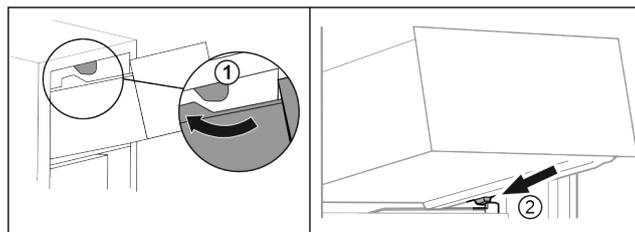

Fig. 22
- ▶ Vedte zásuvku podél horních zářezek. Fig. 22 (1)
- ▶ Nasadte zásuvku šikmo za dolní zářezky na žebrování na nádobu. Fig. 22 (2)